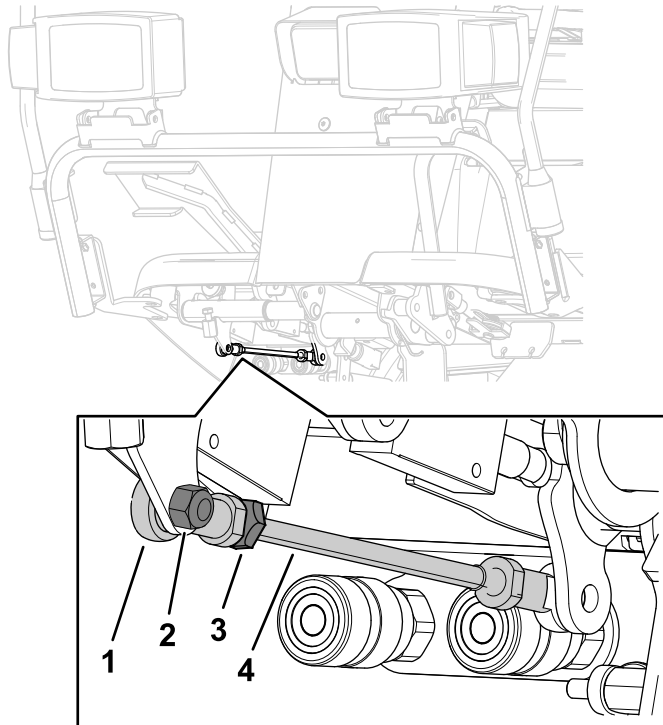

Figura 97
Se necessitar de fazer mais ajustes, ajuste a barra de tração (Figura 97) do seguinte modo:
5. Desaperte a porca de bloqueio que fixa a extremidade da barra à barra de tração (Figura 97).
7. Aperte a porca de retenção (Figura 97) e fixe a extremidade da barra ao pedal de tração com o parafuso e a porca retirados, para fixar o ângulo de bloqueio do pedal.